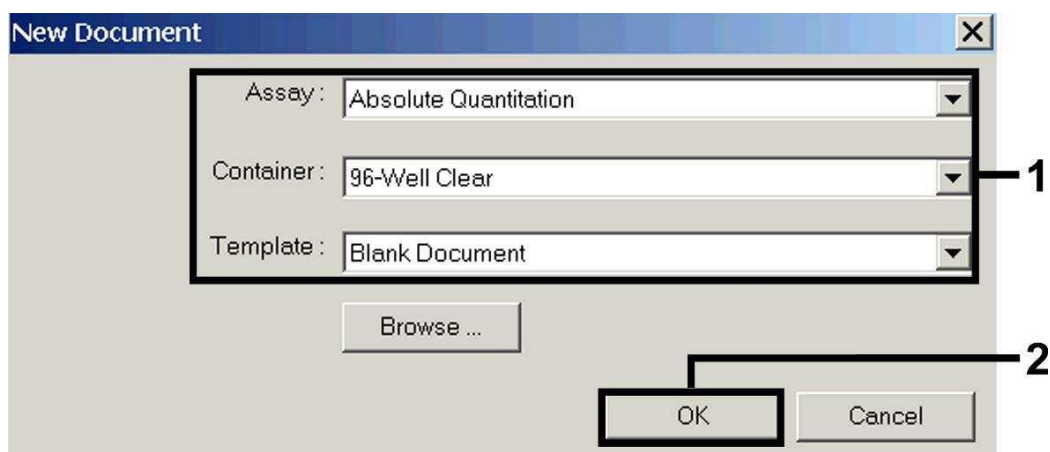

Fig. 3 : Paramétrages lors de la création d'un nouvel essai PCR (*New Document*).
Dans le cas de l'*ABI PRISM 7000 SDS*, sélectionner la commande *New* du menu *File* et définir les paramètres de base suivants pour le nouveau document (voir Fig. 3). Un modèle préalablement enregistré (*SDS Template* [*.sdt]) se trouve dans la liste *Template* ou peut être sélectionné à l'aide de la fonction *Browse* (voir **8.5.1.5 Enregistrement de l'essai PCR**). Confirmer les indications (OK).